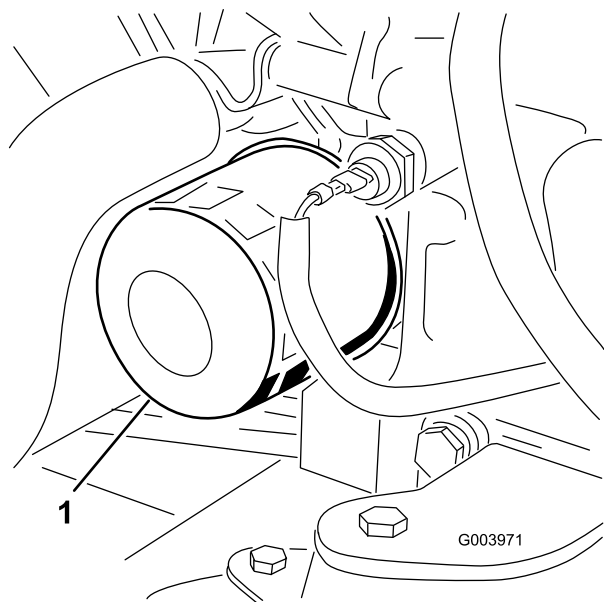

Figura 51
- Togliete il filtro dell'olio (Figura 51).